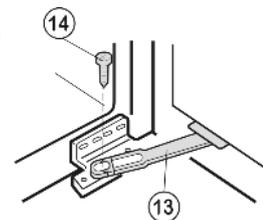

Fig. 8
- ▶ Smontare la battuta Fig. 8 (13): Svitare la vite Fig. 8 (14).